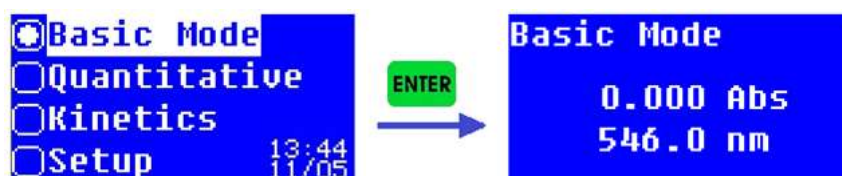

Fig. 3-6
Pulsar "▲" o "▼" para seleccionar la función en la interfaz principal y pulsar "ENTER" para entrar en la interfaz Modo Básico. (Fig. 3-6).
Paso 1: Entrar en la interfaz de Modo Básico (Fig. 3-6).